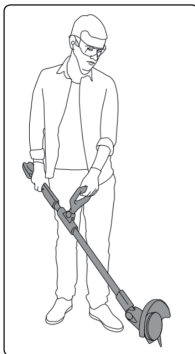

Fig. 10-2
- Utilisation comme coupe-bordures (Fig. 10-2)